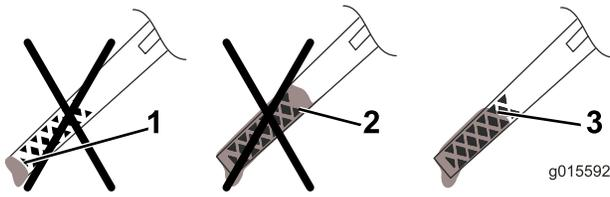

Figura 10
5. Para determinar el nivel de aceite correcto, consulte Figura 10.
Nota: Llene el cárter con aceite hasta que la varilla indique que el nivel del aceite del motor es correcto, según se muestra en Figura 10. Si usted llena demasiado el motor, vacíe el exceso de aceite según se indica en *Cómo cambiar el aceite del motor* (página 12).